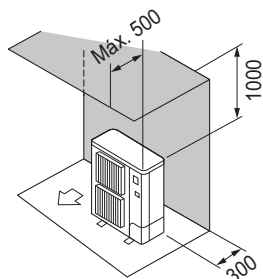

Fig. 3-6
- ② Obstáculos apenas na parte de trás e por cima (Fig. 3-6)